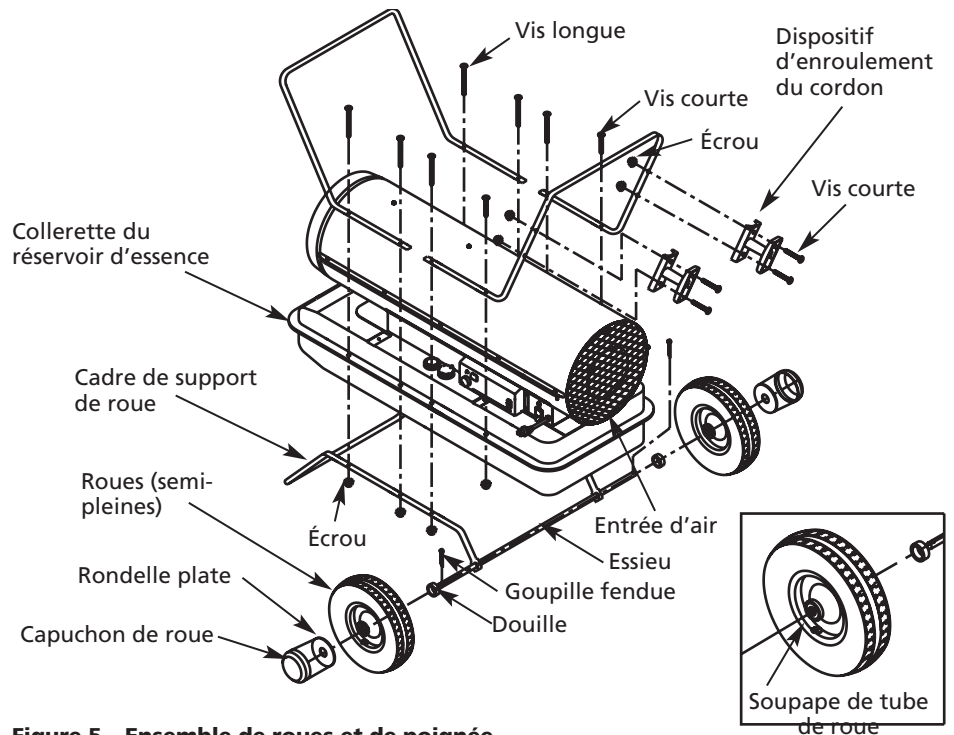

Figure 5 – Ensemble de roues et de poignée
**REMARQUE :** Pendant l'installation des roues, la valve de la chambre à air doit faire face à l'extérieur du cadre de support (Figure 5).
4. Placer le radiateur sur le cadre de support de roue. S'assurer que l'entrée d'air (arrière) du radiateur est par-dessus les roues. Aligner les trous sur la collerette du réservoir de combustible. Insérer les vis à travers les poignées (avant et arrière), la collerette du réservoir de combustible et le cadre de support de roue, comme l'illustre la Figure 5, et serrer l'écrou à la main après avoir inséré chaque vis.
7. Insérer les vis à travers le dispositif d'enroulement du cordon, poignée arrière, comme l'illustre la Figure 5, et serrer l'écrou à la main après avoir inséré chaque vis.